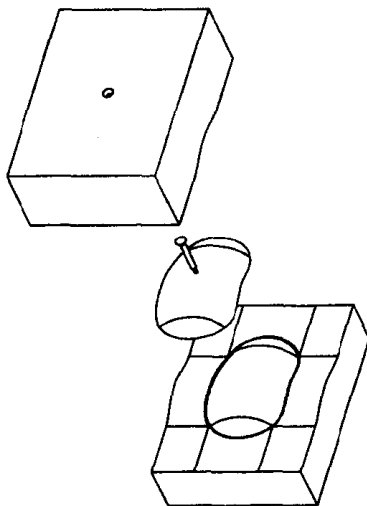

图 1.6
- (7) 利用 MOLD | Molding 进行填充，以建立浇注件。
- (8) 利用 MOLD | Mold Check 进行模具零件检测。
- (9) 利用 MOLD | Mold Opening 来模拟开模，并在开模过程中进行干涉检测，如图 1.6 所示。